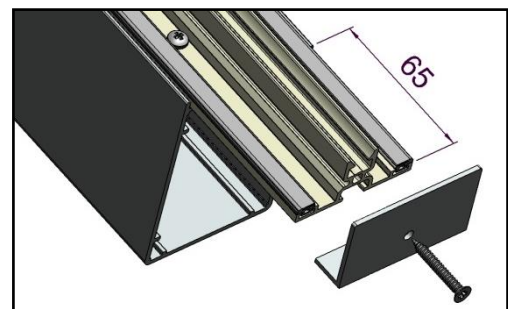

Abbildung 4, Zusammensetzen des Dachträgers
8. Schieben Sie die Kunststoff-Dachträger-profile auf die Träger und richten Sie diese an einer Seite aus (Oberseite). Auf der anderen Seite steht das Kunststoff-Dachträgerprofil dann 65 mm über (Abb. 4).
9. Verschrauben Sie die Kunststoff-Dachträger an vier Stellen (über die gesamte Länge verteilt) mit Bohrschrauben 4,2x13 mm mit den Trägern (Abb. 4).
10. Verschrauben Sie mit einer Senkkopfschraube 4,2x32 mm die Abschlussecke an der Stirnseite, auf der das Dachträgerprofil übersteht (Abb. 4).